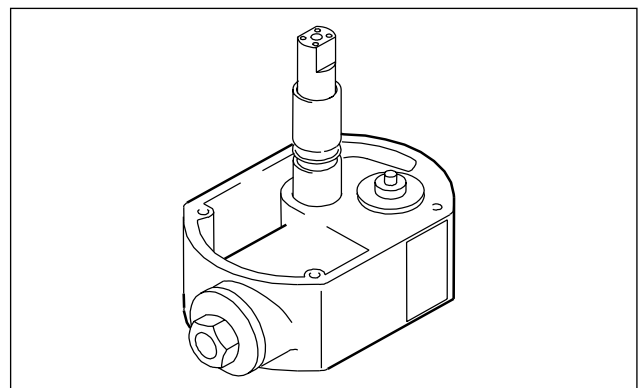

Abb. 17: Montage Kolbenstange
- Zur Montage der Gleitlagerbuchsen und des Dichtringes empfiehlt es sich, die Kolbenstange als Führung zu verwenden (siehe Abb. 17).